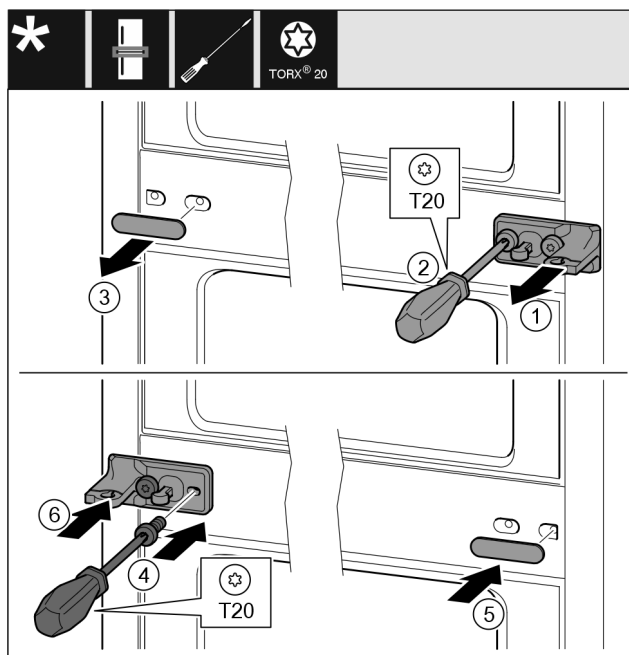

Fig. 11
- Snemite šipo. Fig. 11 (1)
- Izvijte vijake z izvijačem T20. Fig. 11 (2)
- Previdno snemite pokrov. Fig. 11 (3)
- Ležajni podstavek s folijo, obrnjen za 180°, na drugi strani trdno privijte. Fig. 11 (4)
- Pokrov, obrnjen za 180°, namestite na drugi strani. Fig. 11 (5)
- Šipo potisnite gor od spredaj. Fig. 11 (6)